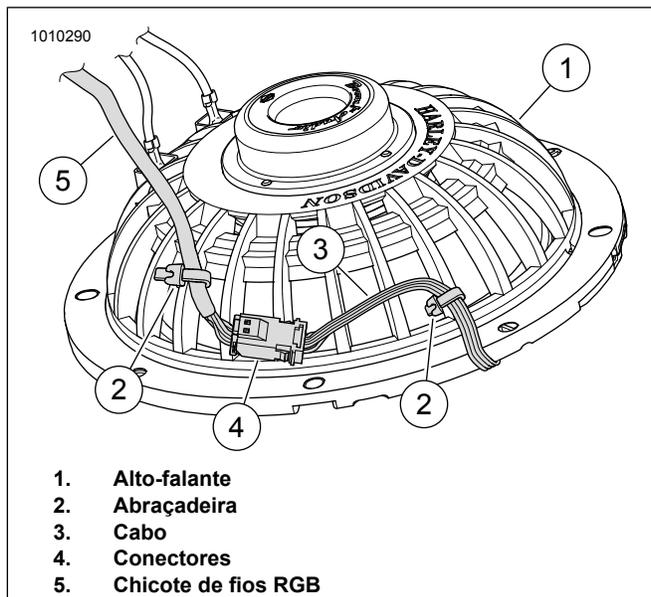

Figura 30. Parte traseira do alto-falante, cabo e abraçadeira
- Veja a figura 30. Junte os conectores (4) do componente de LED no chicote de fios RGB.
- Oriente o cabo do componente de LED (3) pela parte de trás do alto-falante (1) conforme mostrado. Para estabilizar os conectores (4), fixe o cabo do componente de LED (3) e o chicote de fios RGB (5) com as abraçadeiras (2) conforme mostrado.